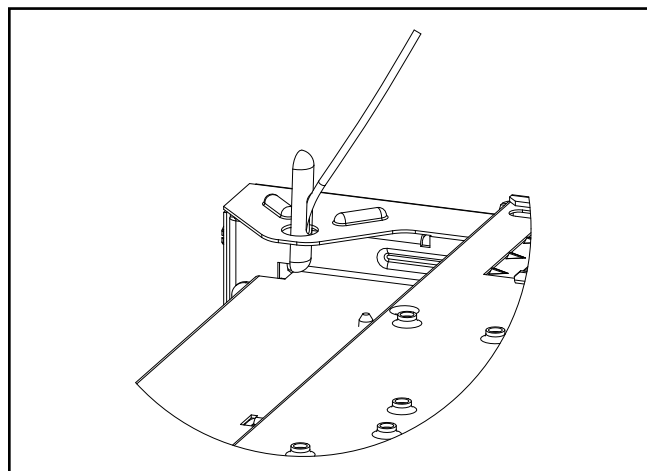

Figure 1. Installation du câble de suspension en Y
- Insérez les extrémités du câble en Y par les trous des brides supérieures de la plaque d'extrémité (Figure 1).